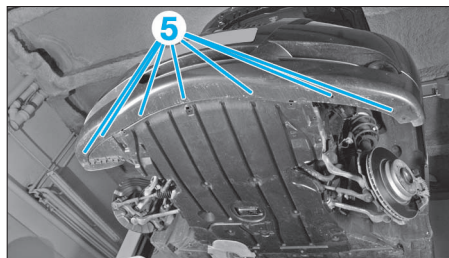

FIG. 30
• Déposer les sept vis inférieure (5) de bouclier (Fig.30).